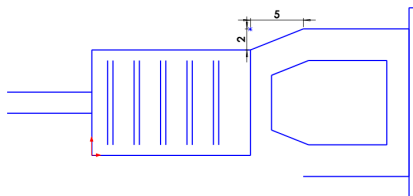

图 3-10 圆角草图对象
(4) 在绘图区中，依次选择合适的水平线和垂直直线，单击【确定】按钮，即可倒角草图对象，效果如图 3-10 所示。